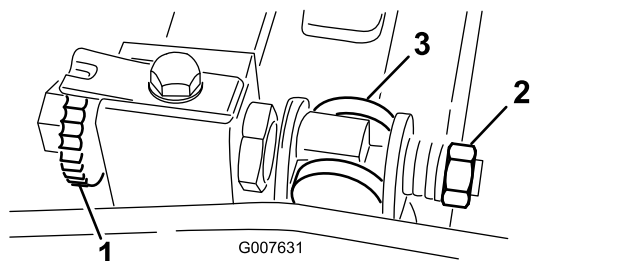

图56
1. 逆时针旋转底刀架调节螺丝将底刀后撤离滚刀图56。
2. 退出弹簧加压螺母直到垫圈不再对底刀架图56施压。